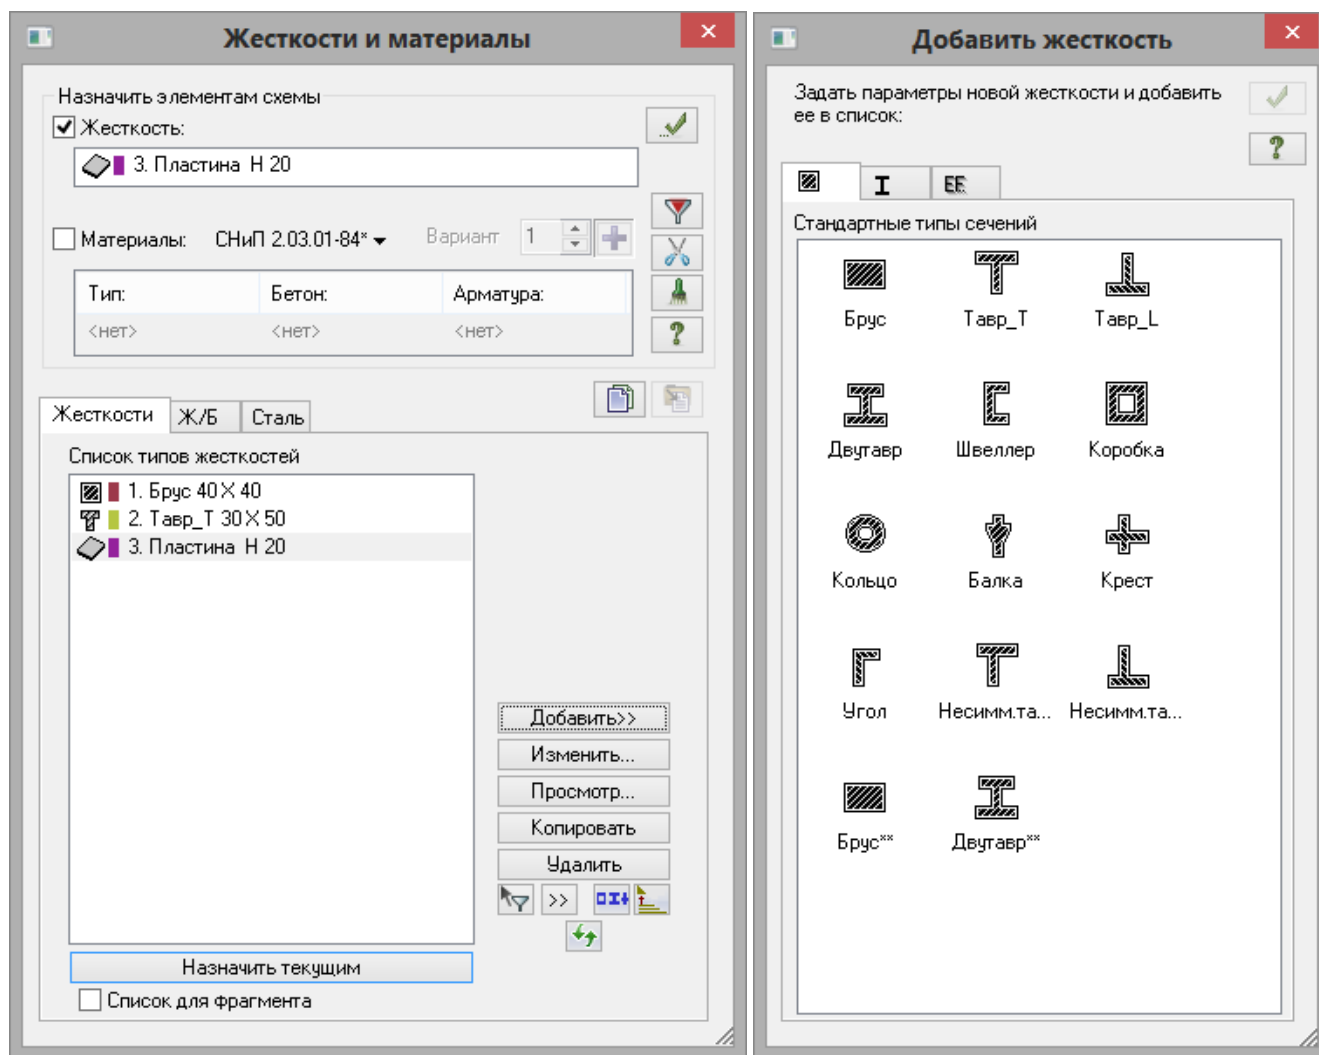

Рис.21.5. Диалоговые окна: а – Жесткости и материалы, б – Добавить жесткость
- Щелчком по кнопке  – **Жесткости и материалы** (панель **Жесткости и связи** на вкладке **Создание и редактирование**) вызовите диалоговое окно **Жесткости и материалы** (рис.21.5,а).
- В этом окне щелчком по кнопке **Добавить** вызовите диалоговое окно **Добавить жесткость**, для того чтобы вывести список стандартных типов сечений (рис. 21.5,б).